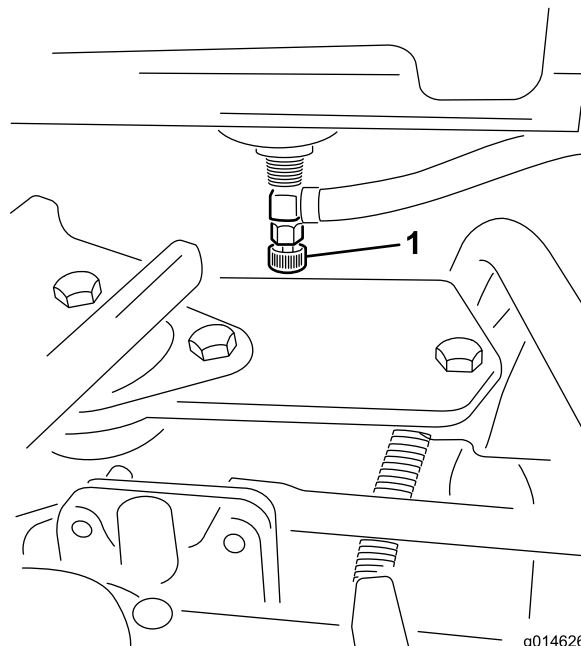

Figura 44
1. Cierre la válvula de cierre de combustible (Figura 44), situada debajo del depósito de combustible.